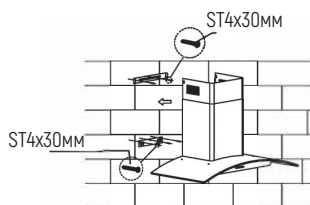

Рис. 4
4. Установите стекло в соответствии с направлением и способом установки на вытяжку, а затем закрепите стекло с помощью винтов, также выведите выдвижную трубу за пределы комнаты, при этом отрегулируйте высоту внутреннего воздуховода в соответствии с положением кронштейна внутреннего воздуховода и закрепите его винтом, здесь необходимо убедиться, что внутренний воздуховод свободно изгибается. См. рис. 4.